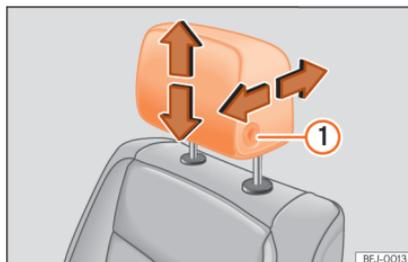
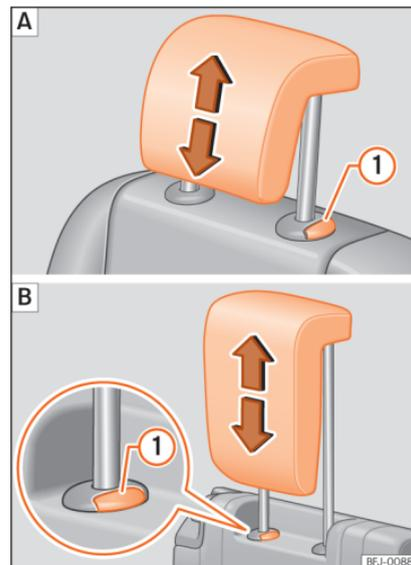

Fig. 107 Banco dianteiro: ajuste do encosto de cabeça.
Fig. 108 Ajuste dos encostos de cabeça traseiros: **A** Segunda fila de bancos, **B** terceira fila de bancos.
- Mova o encosto de cabeça para cima ou para baixo no sentido da seta correspondente. No caso dos encostos de cabeça dianteiros quer para aumentar como para baixar deve pressionar o botão »» Fig. 107 ①; no caso dos traseiros é apenas necessário pressionar o botão »» Fig. 108 ① para baixá-los »»
» » Fig. 107 **①**.